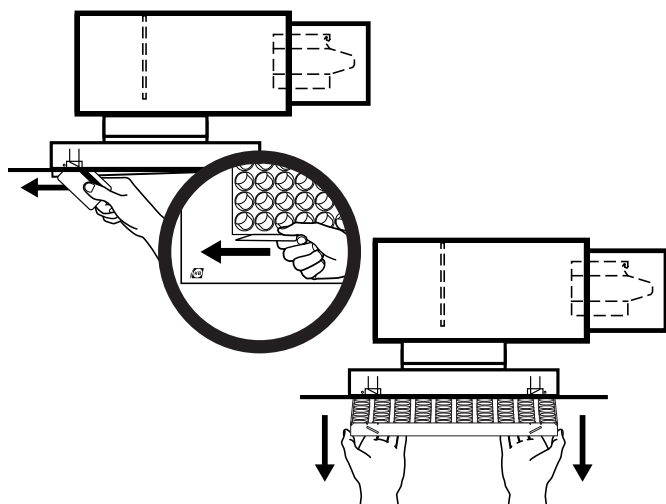

Bild 1. Öppning av donfront med snabböppningsfunktion. Fronten öppnas enkelt med ett plastort av kreditkortsstorlek.
- Donets frontplåt demonteras, se DU-instruktion för respektive luftdon för mer information. Bild 1 visar don med snabböppningsmekanism, t ex PET och DRT.
- 2) Genom en svepande rörelse frigör clipsfjäders frontplåten, se bild 1. Fäll försiktigt ner donets front. fronten kan fällas ner, alternativt lyftas av helt.